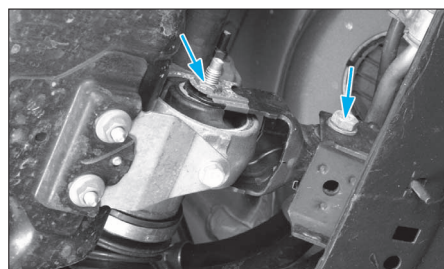

FIG. 45
- Déposer le tirant anti-basculement (Fig.45).